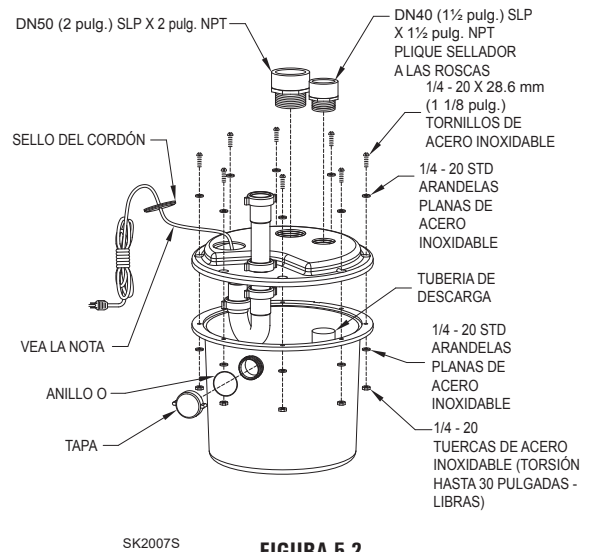

FIGURA 5.2
5.2) Instale los componentes de la tapa como se muestra en la figura 5.2.